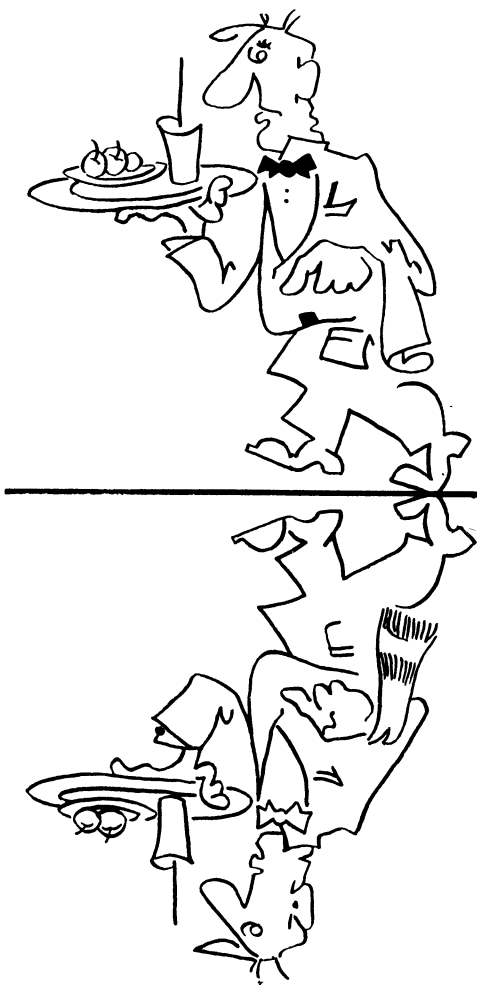

Рис. 61. К задаче 86
86. Официант поставил на стол мороженое и удалился. И тут же на столе появилась другая картина: как будто кто-то дважды сфотографировал официанта (рис. 61). Два вида, причем один из них отраженный. В отраженном виде (на нижней картинке) оказалось более 15 неточностей.